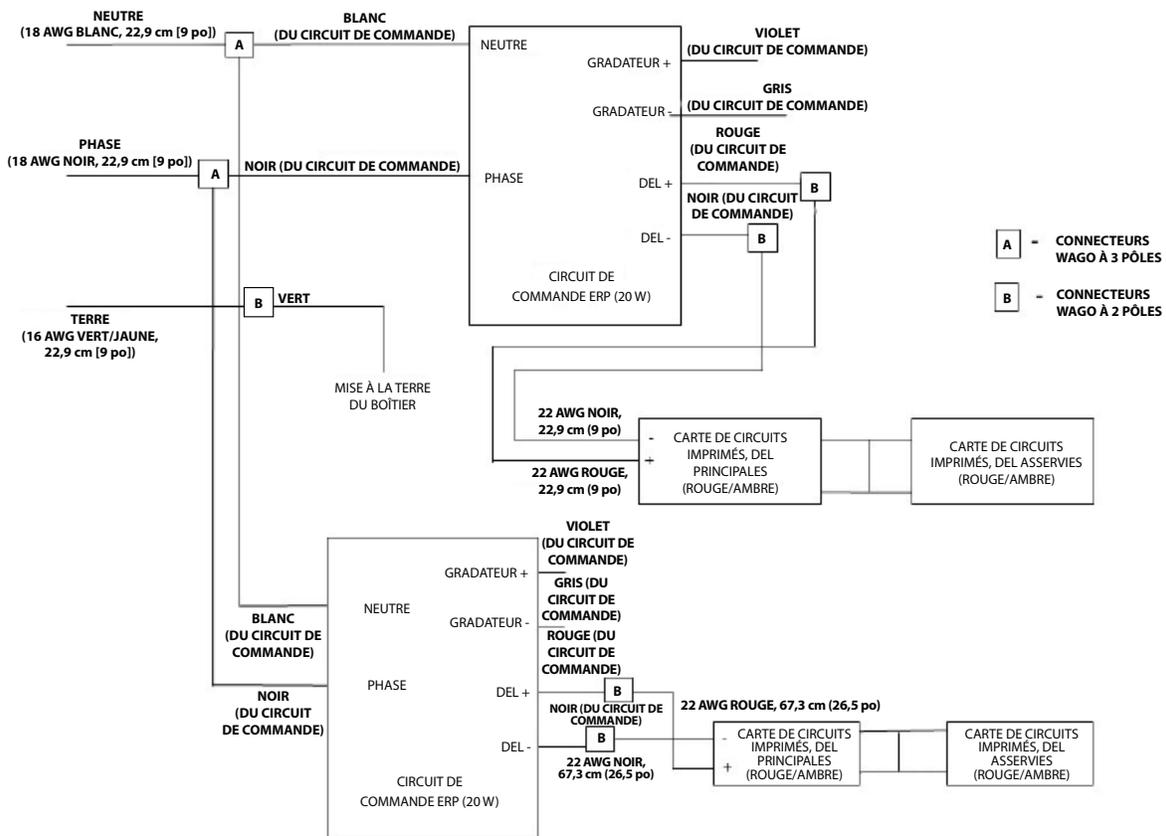
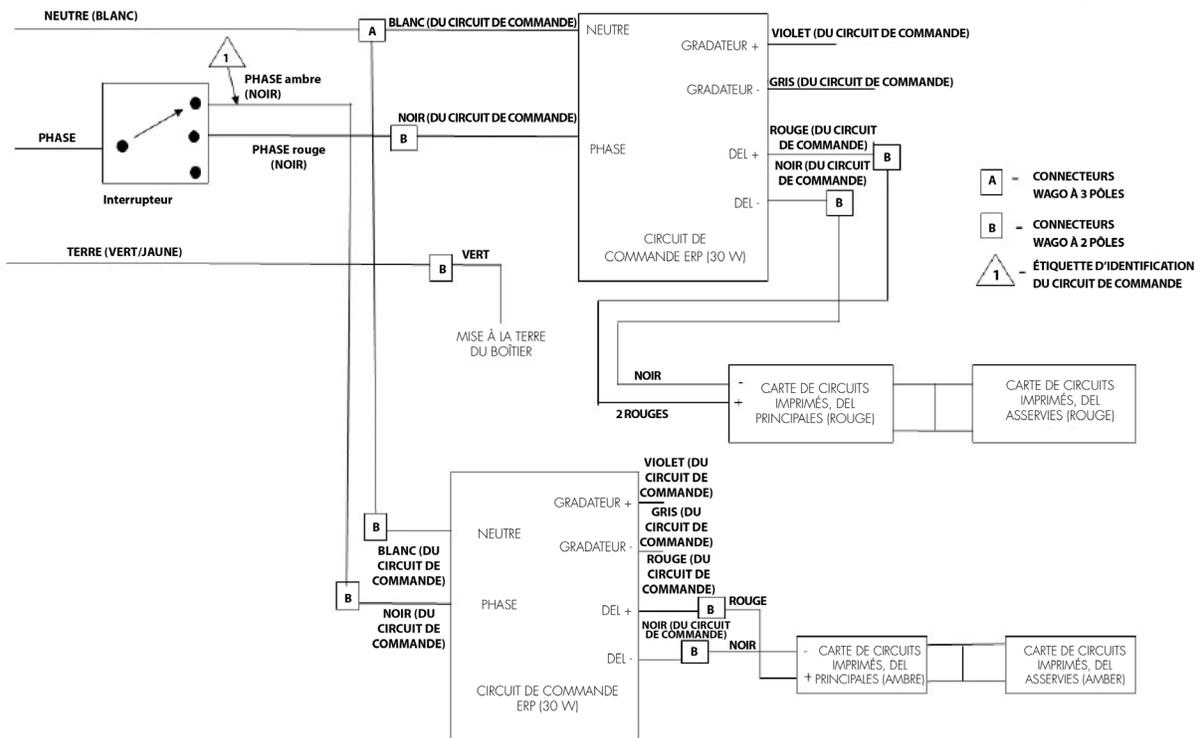
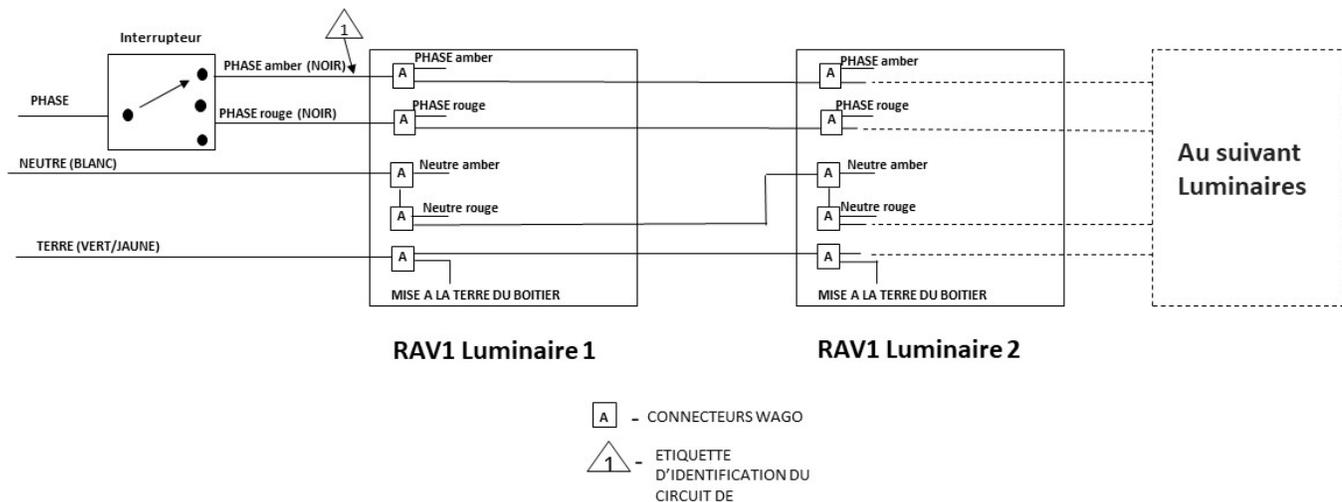

Figure 9. Schéma de câblage du luminaire RV1 ou AV1
Figure 10. Schéma de câblage du luminaire RAV1
Figure 11. Schéma de câblage de plusieurs luminaires RAV1
3. Se reporter au schéma de câblage de la figure 9 pour les luminaires RV1 et AV1, et à celui de la figure 10 pour le luminaire RAV1. Il ne doit passer plus de quatre (4) conducteurs à travers chaque moyeu d'entrée.
4. L'interrupteur doit être adapté aux tensions comprises entre 120 et 277 VCA et à '0,5 A x nombre de luminaires connectés à l'interrupteur. L'interrupteur sert donc à commander un ou plusieurs luminaires. La figure 10 est un exemple d'interrupteur contrôlant 1 luminaire à 2 circuits et la figure 11 un exemple d'interrupteur commandant de multiples luminaires à 1 interrupteur.